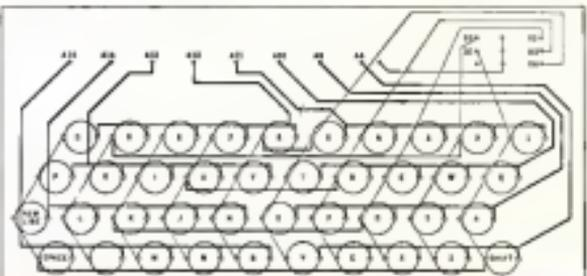

Figura 1 - Nota, le piste simili al traccia sulla faccia superiore (solo componenti)
1) Non sono un grande esperto di ZX, ma, per sua fortuna l'ultimo numero di Byte riporta proprio un articolo che risponde alla sua domanda (anche se relativamente ad ZX-80, ma le differenze non dovrebbero essere enormi). La figura 1 riporta l'esame circuito stampato della scheda per la macchina base (collegare i tanti cavi quali della tastiera originale facendo particolari pulsanti) mentre la ZX utilizza molte funzioni e caratteri con lo staff.